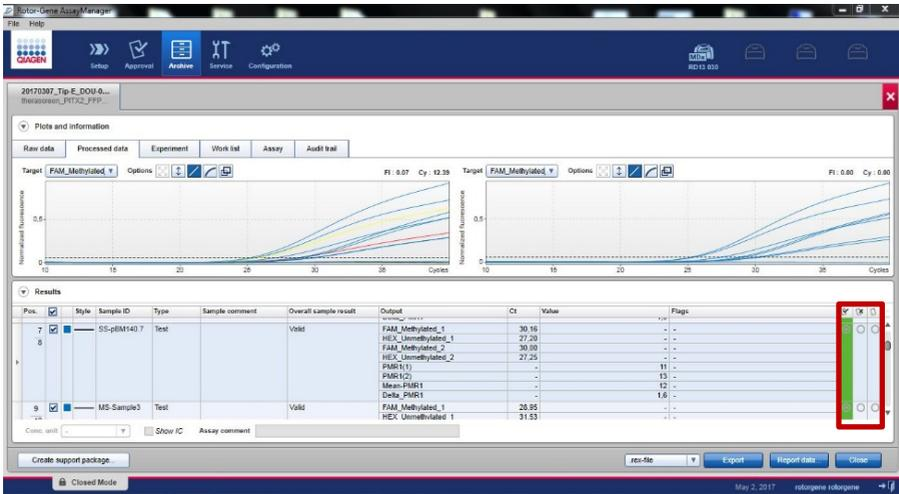

Figure 13. Vérification de la courbe d'amplification.
3. Vérifier les courbes d'amplification pour chaque échantillon, cocher la première case sur le côté droit de la colonne « Flags » (Indicateurs) (la case devient verte) (Figure 13).